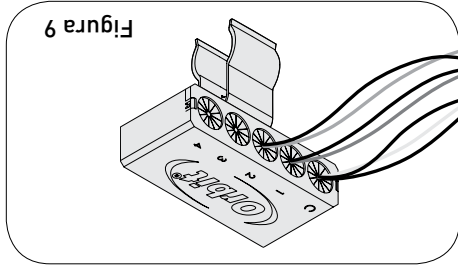

Figura 9
7. Inserte cada empalme plástico en la cavidad correspondiente dentro del organizador "Easy Wire" (Figura 9).